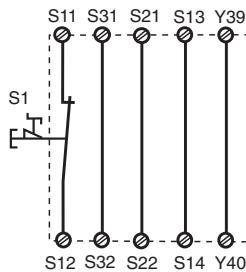
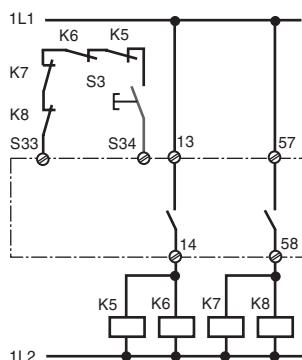

Fig. 2: Circuito de entrada monocanal, automático. rearme/Circuito di entrata monocanale, start automat./Eenkanalig ingangscircuit, automatische start
Fig. 11: como la Fig. 10 con rearne supervisado/come fig. 10 con start controllato/Zoals fig. 10 met bewaakte start
En las fig. 2... a fig. 11 se presentan ejemplos de conexión posibles; paro de emergencia. Los cortocircuitos a través del paro de emergencia también son detectados.
- Fig. 2 y 7: S33-S34 **no** conectado
- Fig. 2: Tenga en cuenta: En caso de caída de tensión y rearanque, el dispositivo se inicia automáticamente. Evite un arranque intempestivo mediante un cableado externo adecuado.
In fig. 2 ... fig. 11 sono riportati degli esempi di collegamento per il cablaggio di arresto d'emergenza con start automatico e manuale, per il comando delle porte di sicurezza, nonché per la moltiplicazione dei contatti mediante relè esterni.
- Fig. 2 e 7: **nessun** collegamento S33-S34
- Fig. 2: Nota: il dispositivo si avvia automaticamente dopo la caduta ed il ritorno dell'alimentazione. Occorre prevenire un riavvio inatteso usando circuiti esterni di misura
In fig. 2 ... 11 worden aansluitvoorbeelden gegeven van noodstopschakelingen met automatische en bewaakte start, hekbewakingen en contactvermeerdering d.m.v. externe magneetschakelaars.
- Fig. 2 en 7: **geen** verbinding S33-S34
- Fig. 2: Opgelet: het apparaat start automatisch bij uitval en terugkeren van de spanning. Vermijd een onverwacht heraanlopen door maatregelen in de externe schakeling.